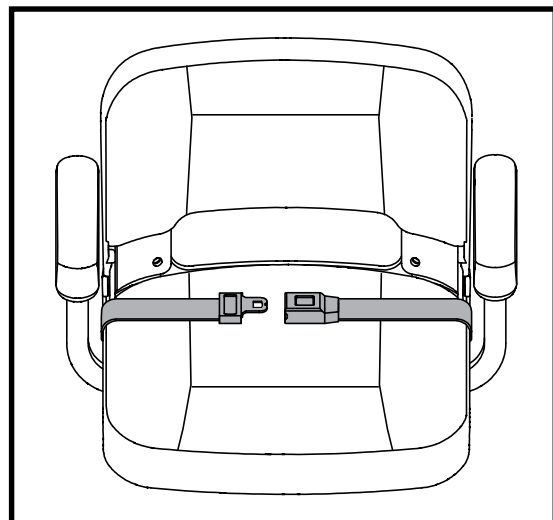

Figura 16 Cintura di sicurezza
1. Inserire il gancio metallico del lato destro della cintura nella chiusura di plastica al lato opposto spingendo fino a sentire un "click". **Vedere figura 16.**